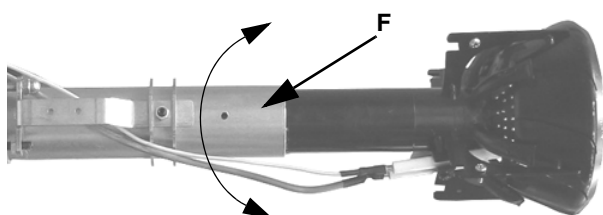
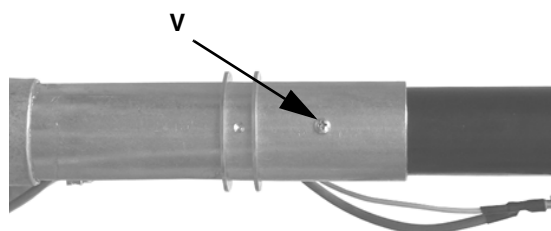

Рис. 22
Рис. 23
- 7 Открутить винт **V**, который крепит головку сгорания к трубке головки, повернуть головку на 180°, как указано на Рис. 23), вплоть до отверстия F и закрепить вновь винт **V** (Рис. 22 - Рис. 23).